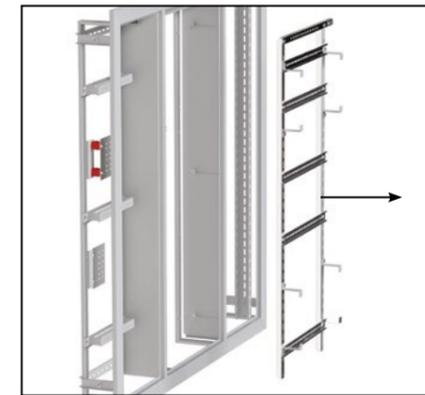

Рис. 49
1.2 Далее открутите винты М6 при помощи крестовой отвертки и извлеките раму из корпуса (Рис. 49). Винты сохранить для установки рамы в сборе с электрооборудованием.